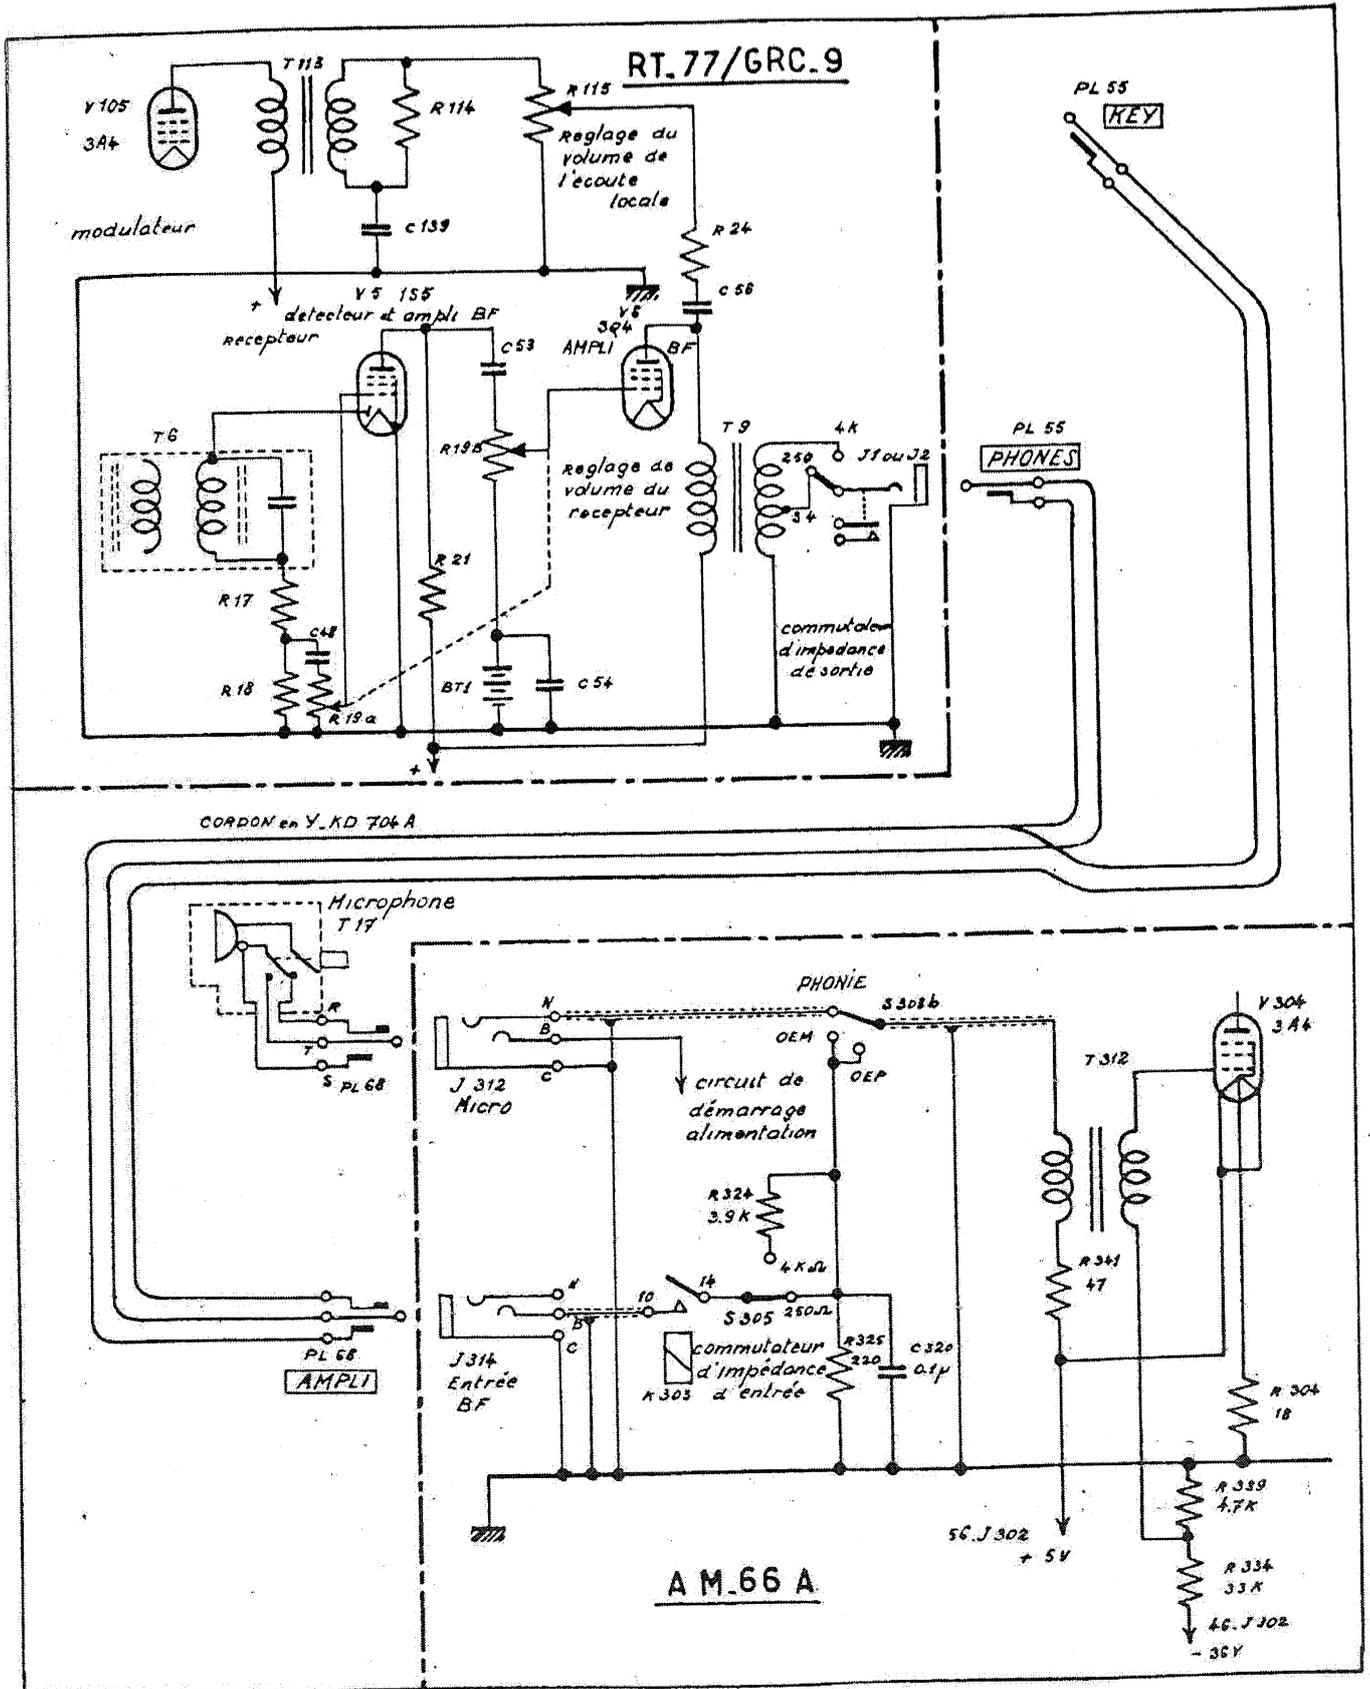

Fig. 6 - Circuit d'entrée de l'étage modulateur et raccordement au RT-77/GRC-9 au moyen du tricordon KD 704.
- Fig. 6 Circuit d'entrée de l'étage modulateur et raccordement au RT-77/GRC-9 au moyen du tricordon KD 704 A.